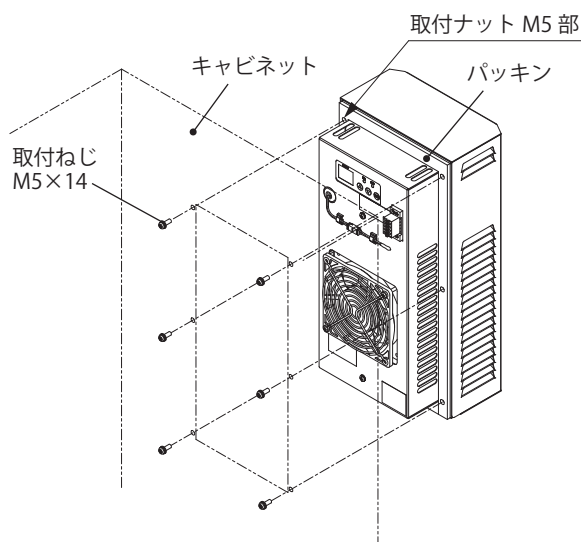

図 3 取付方法
3. 付属の取付ねじ M5×14 にて、キャビネットへ確実に固定してください。(図 3)